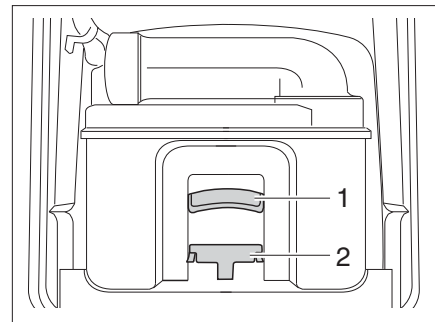

Bild 154 Thetford-kassett
- Dra hållbygeln (Bild 154,2) framåt för att låsa upp toalett-kassetten och dra ut kassetten i handtaget (Bild 154,1).